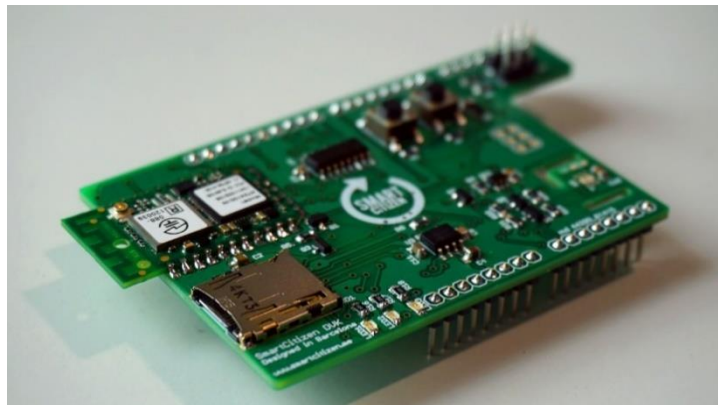
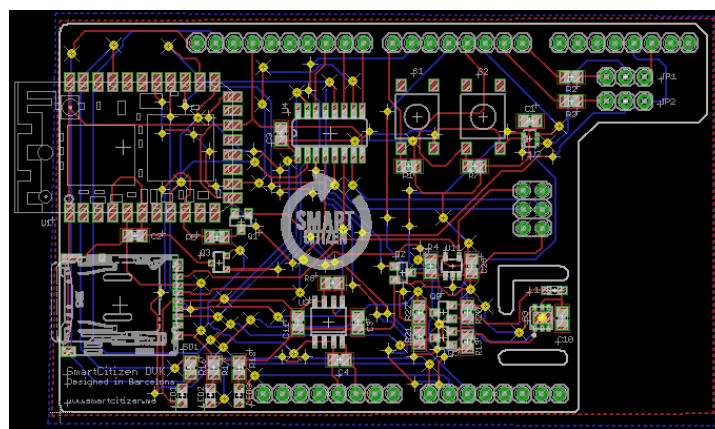

Figura 5: Imatge del DVK. Fotografia: fablabbcn[6]
Figura 6: Interconnexionat del DVK
- **Smart Citizen Kit DVK:** Aquest kit és comportarà com un shield[16] per Arduino. Aquests elements s'usen per ampliar les funcionalitats que proporciona l'Arduino elegit. La imatge física d'aquest kit, és pot veure en la Figura 5 mentre que l'interconnexionat es veurà en la Figura 6. Aquest kit de desenvolupament, consta de diversos elements, però cal fer especial menció al chip RTX4100 i a la targeta SDCARD, ja que són els dos elements s'usaran principalment en el treball.